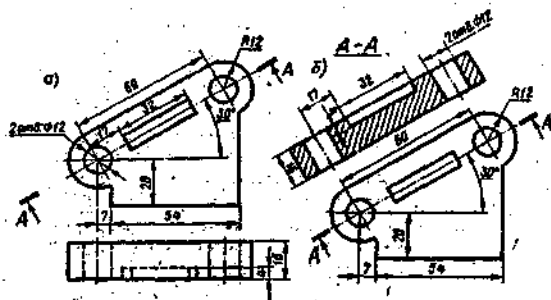

Рис. 9
- На рис. 9 приведен пример выполненного задания для разреза наклонного.